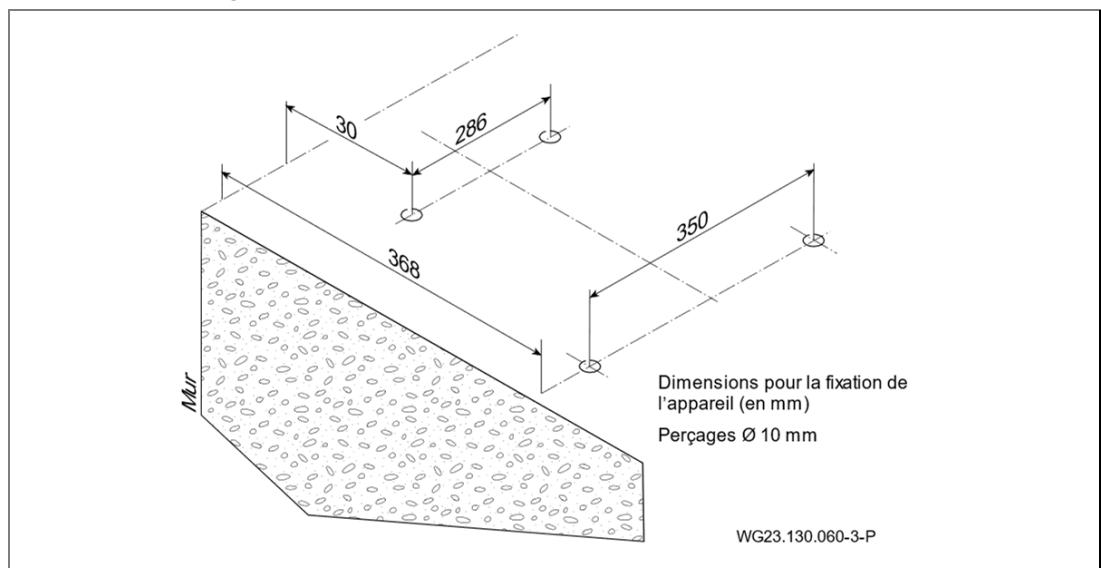
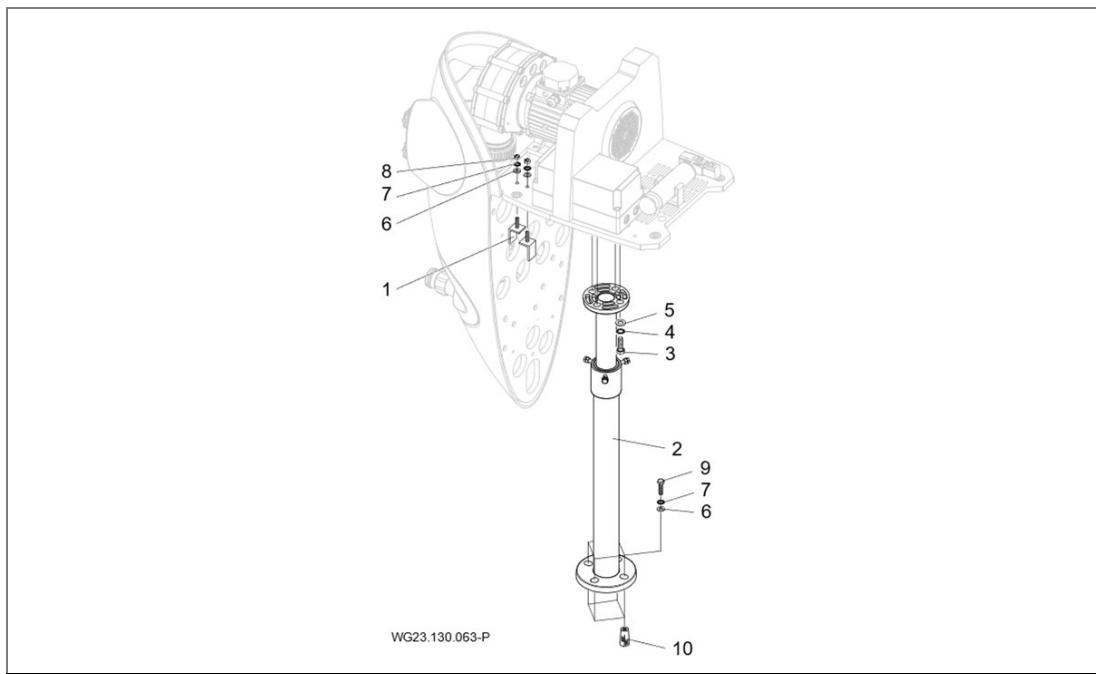

Fig. 4
Fig. 5
- ➔ Choisir le lieu d'implantation de l'appareil et préparer l'installation en fonction des instructions de la Fig. 4. Lorsque l'appareil est destiné à être installé sur une piscine hors sol, ne pas omettre d'installer le support télescopique. Voir "Fig. 5", page 20
- ➔ Soulever l'appareil et percer des trous de Ø 10 mm aux endroits marqués précédemment. Voir "Fig. 4", page 19